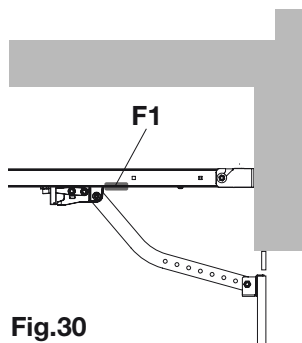

Fig.30
- Mettre la porte en position de fermeture totale et fixer, un des deux arrêteurs mécaniques en appui sur le chariot d'entraînement (figure 30 réf. F1).